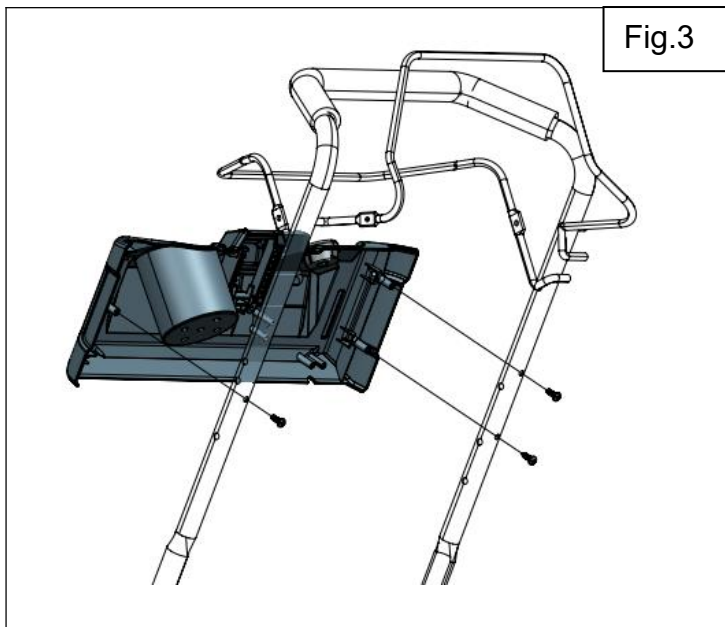

Fig.3
- 2) Fixer le panneau sur le guidon supérieur (3) à l'aide des vis des deux côtés (Fig.3 &4).